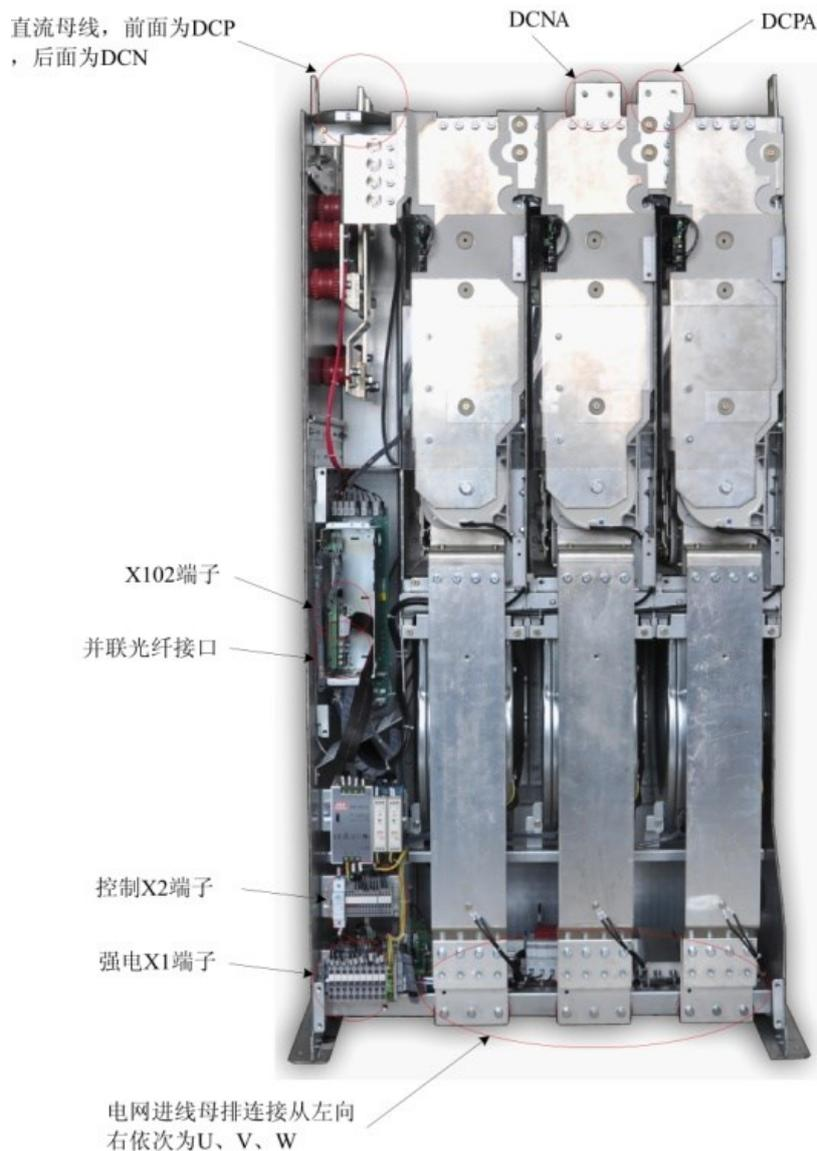
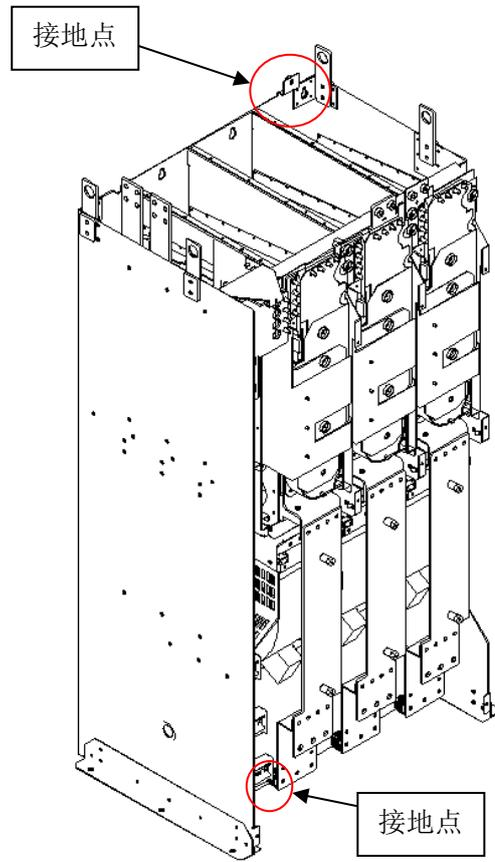

图 4-1 IGBT 整流电源接口位置
图 4-2 IGBT 整流电源接地位置
**位置** 电网进线母排、直流出线母排、强电端子排 X1、控制端子排 X2、主控制板用户功能端子 X102、并联光纤接口在 IGBT 整流电源中的相关位置参见图 4-1，接地点位置参见图 4-2。本章以后小节将讲述这几组端子的连接方法。